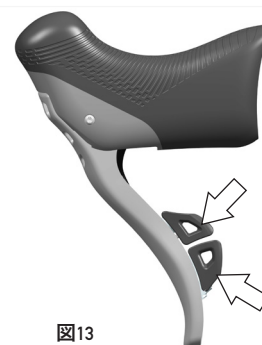

図13
- ・ 下側レバーを押すと、フロント・ディレイラーはシフトアップします (図13)。
- ・ 上側レバーを押すと、フロント・ディレイラーはシフトダウンします (図13)。